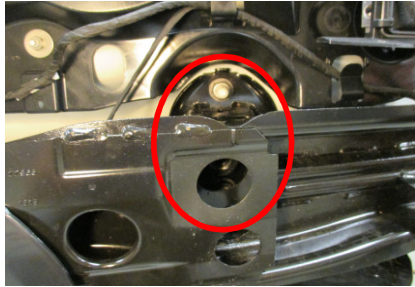

Figure 5
3. Enlèvement du montant de parechoc – débrancher le câblage à la base du montant de parechoc, de chaque côté. Utiliser des douilles de 8 et 13 mm pour retirer l'écrou à embase et la vis fixant le support d'échappement et la bavette garde-boue, voir la Figure 4. Utiliser une douille de 19 mm pour retirer les écrous à embase (4) fixés au panneau d'extrémité du parechoc, puis retirer le montant de parechoc, voir la Figure 5.